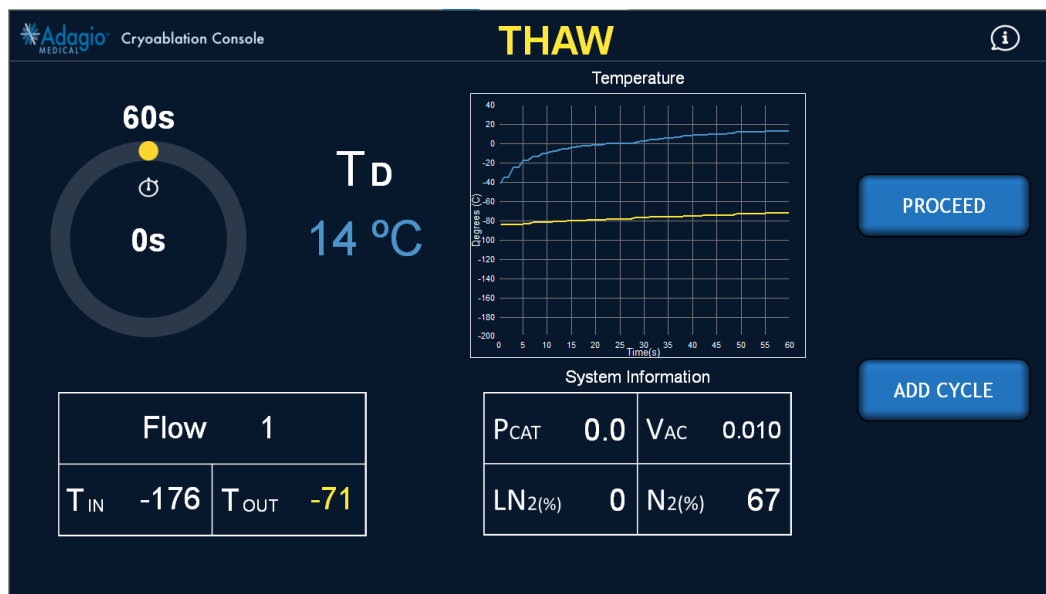

Afbeelding 47 – Scherm CRYOMAPPING
2. Als cryomapping gewenst is, drukt u op de knop CRYOMAPPING in het scherm Gereed voor procedure (Afbeelding 46). Het systeem gaat naar het scherm CRYOMAPPING (Afbeelding 47).
- Met de knop STOP (Stoppen) (Afbeelding 47) kunt u de cryomappingmodus (30 seconden) uitschakelen vóór time-out. Het systeem gaat naar het scherm THAW (Ontdooien), zoals in Afbeelding 48.